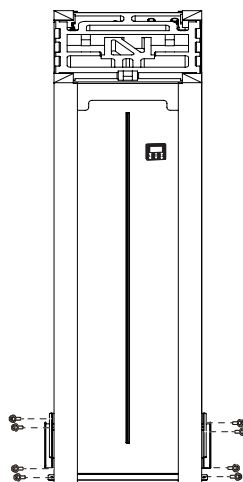

Fig.2-5
- Rimuovere le 8 viti della lamiera e rimuovere la lamiera (cfr. Fig. 2-5).